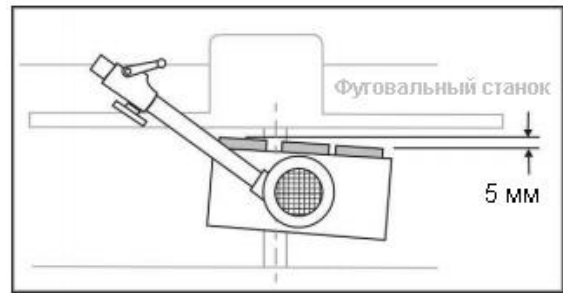

Рисунок 20
1. Установите устройство автоподачи с **3-мя роликами** на фуговальный станок так, чтобы строгальный вал находился между выходным и центральным роликами (рисунок 20). Устройство автоподачи с **4-мя роликами** можно расположить так, чтобы строгальный вал находился между центральными роликами.